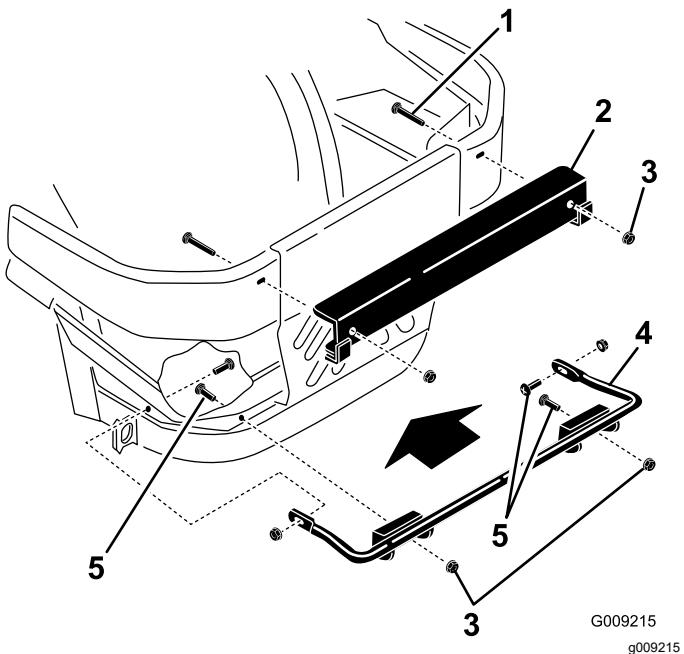

Figura 6
1. Montate la staffa di fissaggio inferiore sul telaio della macchina con 4 bulloni a testa tonda ($\frac{3}{8}$ " x $1\frac{1}{4}$ ") e 4 dadi flangiati ($\frac{3}{8}"), come illustrato nella Figura 6.$
2. Installate la staffa di fissaggio superiore sui paraurti laterali sinistro e destro con 2 bulloni a testa tonda ($\frac{1}{2}$ " x $2\frac{1}{2}$ ") e 2 dadi flangiati ($\frac{1}{2}"), come illustrato nella Figura 6.$